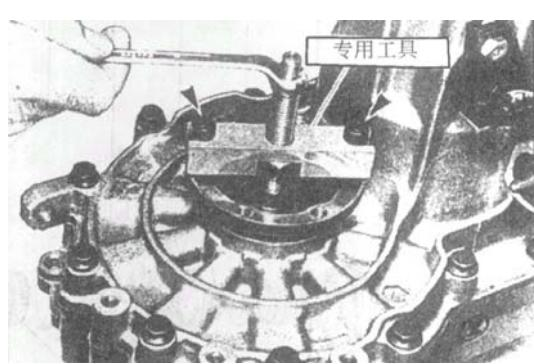

图 4-75 拆卸左侧油封和输出法兰 (四)
(4) 如图 4-75 所示, 将专用工具有 M8 的螺栓固定在法兰上, 用扳手旋转专用工具的轴, 以拆下输出法兰, 取下弹簧座圈及压簧。